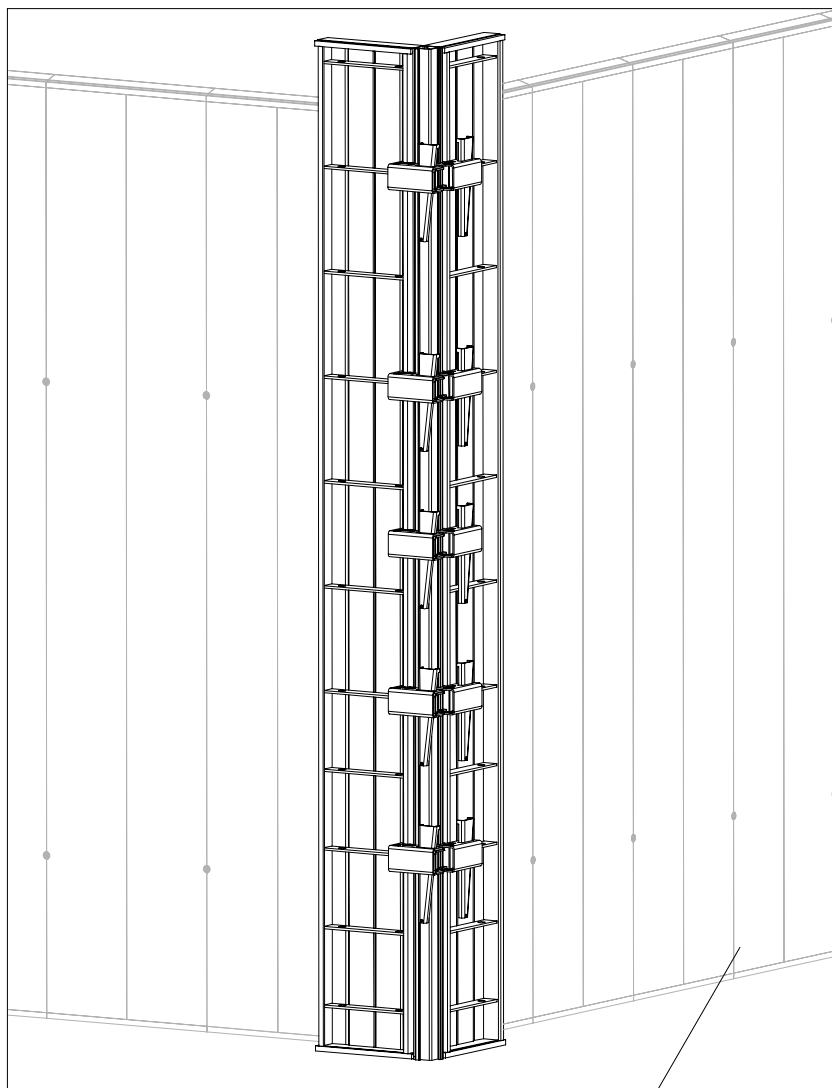

Fig. B3.04
5. Posizionare il telaio angolare esterno UNO Plus. (Fig. B3.04)